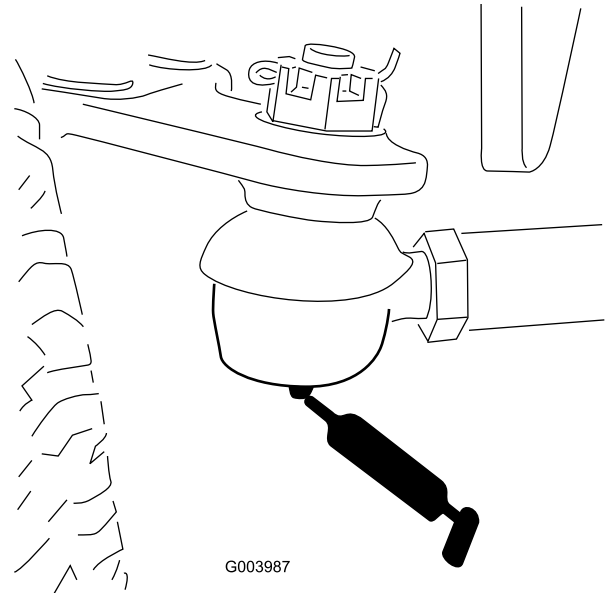

Figure 56
- Bielle d'essieu arrière (2) (Figure 56).